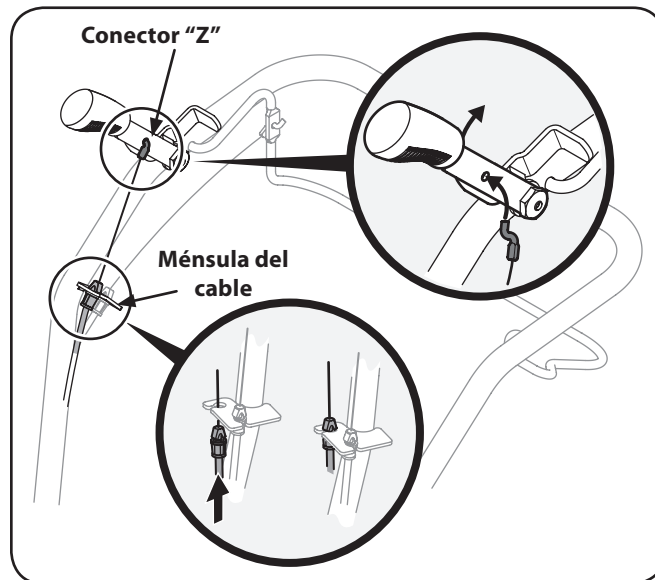

Figura 3-8
- Tire el cable del embrague de marcha atrás (si lo tiene) con el accesorio rojo arriba a través del orificio superior del soporte del cable y empuje el conector del cable por el agujero hasta que la ranura en el conector encaje en su sitio. Vea la Figura 3-8.
- Coloque el conector Z dentro del orificio en el mango del embrague de marcha atrás desde el interior del mango hacia el exterior. Vea la Figura 3-8.